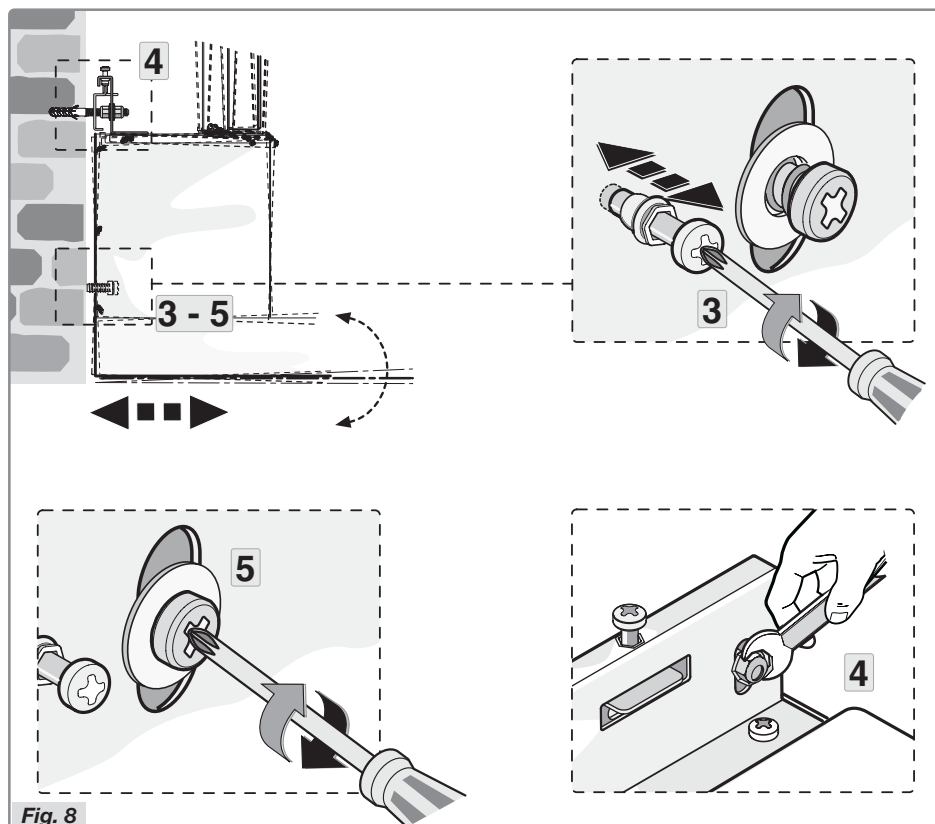

**Fig. 7**
- Allineare la cappa orizzontalmente usando le due viti di livello (Fig. 7, passaggio 1).